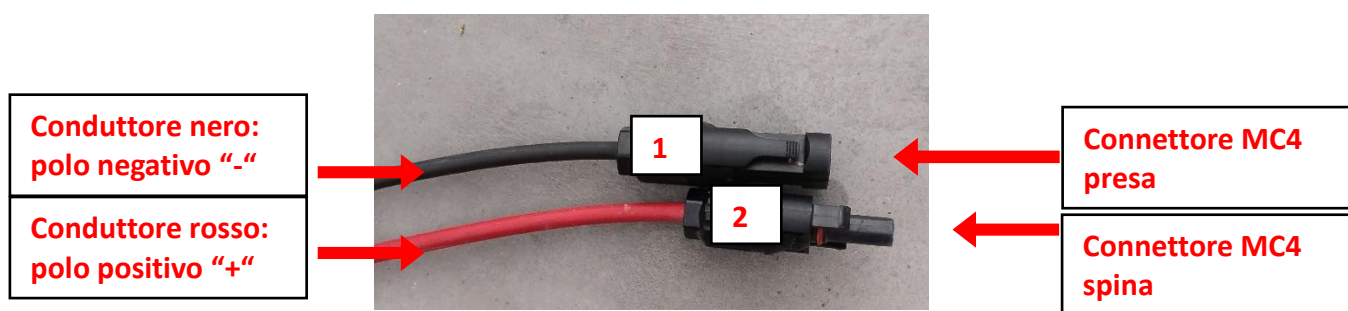

Figura 49 - Cavi in derivazione dal quadro di stringa
- Isolare il tratto di cavo che sarà da intestare con connettore tipo MC4 (Figura 49).
Intestare i cavi “+” e “-” in derivazione dal quadro di stringa con connettori tipo MC4 (non forniti), come mostrato in Figura 49.